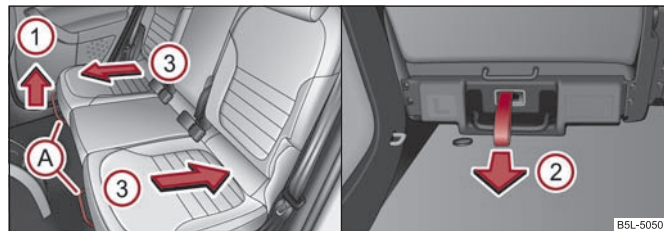

Fig. 60 Deblocarea față / spate
- Trageți maneta (A) ⇒ pagina 72, fig. 60 în sus în sensul indicat de săgeata (1) sau curelușa de deblocare în sensul indicat de săgeata (2) ⇒ pagina 72, fig. 60 și deplasați scaunul în poziția dorită, în sensul indicat de săgeata (3).